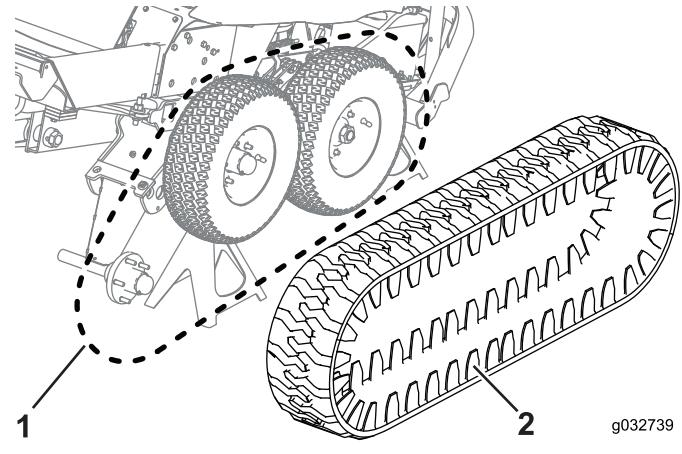

Bild 90
7. Verlegen Sie die Ketten um die Mitte und die Hinterräder (Bild 90).